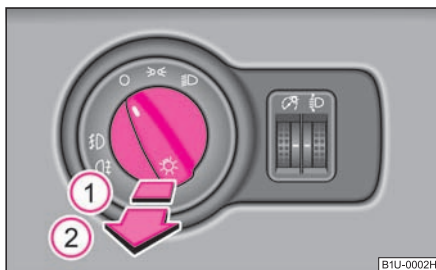

Fig. 41 Tabloul de bord: Comutator de lumini
- Rotiți întrerupătorul în poziția ☞ sau ☞ ⇒ fig. 41.